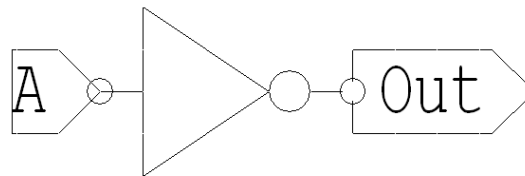

Рис. 13. УГО инвертора
2. Используя инструменты lines (линии), an all-angle polygon (полигоны), ports (порты) и Circle tool (окружности) нарисуйте изображение инвертора (рис. 13).